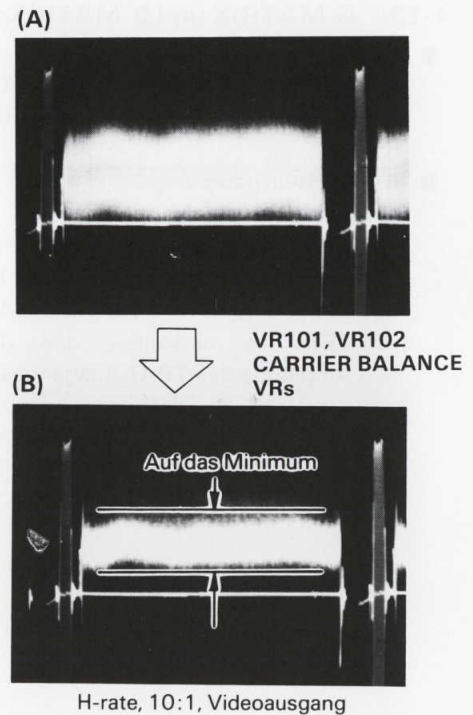

Fig. 4-14-1 Abgleichen der Trägerbalance
- (4) Vertikalempfindlichkeit auf dem Oszilloskop erhöhen und den Trägerteil der Wellform vergrößern.
- (5) Abwechselnd die **VR101, VR102 CARRIER BALANCE VRs** von der Unterseite des Kameragehäuses drehen, bis ein Minimumpegel des Trägers erreicht ist (**Fig. 4-14-1 (B)**).
- (6) **GAIN-Schalter** zurück auf die **Stellung 0 dB** stellen.